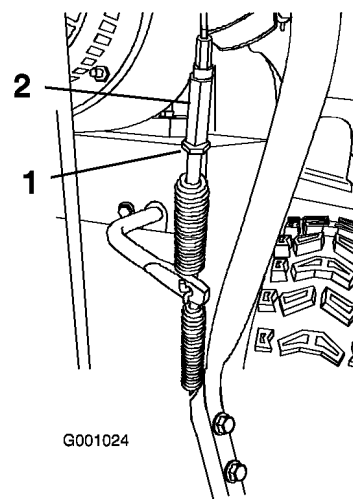

Bild 40
5. Lösen Sie die Klemmmutter (Bild 40).
6. Lösen oder ziehen Sie die Spannschraube an, um die Kabelspannung einzustellen (Bild 40).